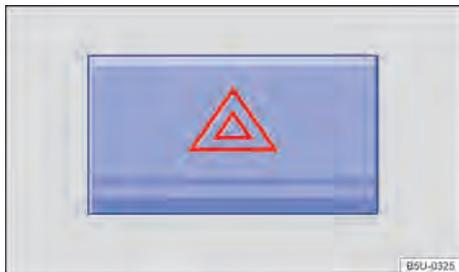

Fig. 152 Na parte superior do console central: interruptor das luzes de advertência.
2. Ligar as luzes de advertência com o interruptor  → Fig. 152.
As luzes de advertência também podem ser desligadas ao pressionar o interruptor **⚠️** no painel de instrumentos → Fig. 152.